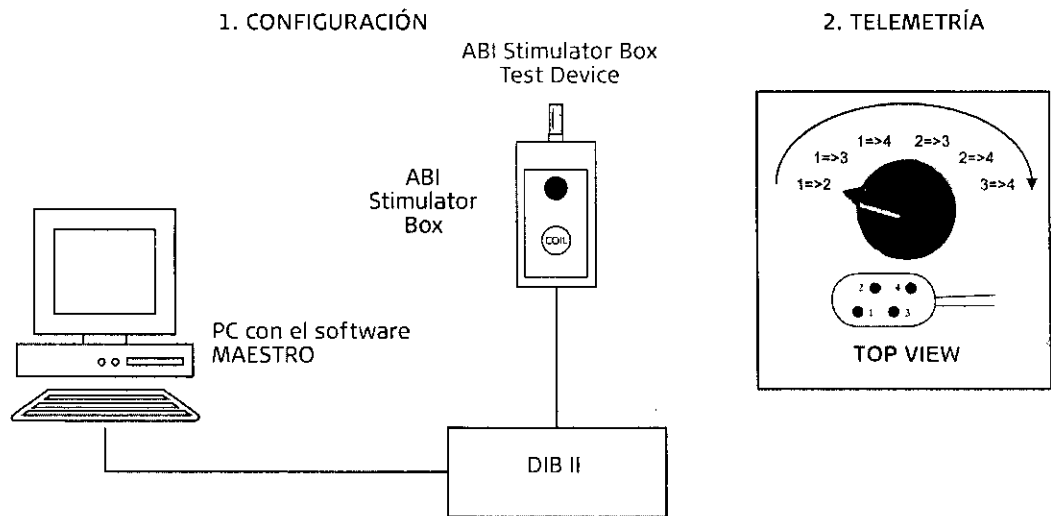

Ilustración 3: Comprobación previa al uso de la Caja de estimulador ABI
- Antes de iniciar las mediciones EABR se debe realizar una comprobación previa al uso de la Caja de estimulador ABI. El Dispositivo de prueba de la Caja de estimulador ABI se conecta a la Caja de estimulador ABI. La impedancia medida ( $Z$ ) debe disminuir en más de  $0,4 \text{ k}\Omega$  por cada intervalo de giro del interruptor de la Caja de estimulador de 1-2 a 3-4, tal y como se muestra en la ilustración 3. Todos los valores medidos deben estar entre  $1,5$  y  $9 \text{ k}\Omega$ . Para esta comprobación solo debe utilizarse el valor de impedancia medido en el canal 1. El resto de valores mostrarán "HI" como valores medidos. Si los valores medidos no cumplen los criterios anteriormente mencionados, devuelva la Caja de estimulador ABI MED-EL para su mantenimiento.